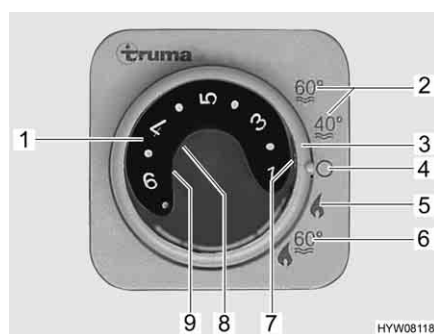

Fig. 62 Centralina di controllo per riscaldamento/boiler
- Impostare la modalità di funzionamento tramite l'interruttore girevole (Fig. 62,3).
A seconda della temperatura ambiente desiderata, il riscaldamento seleziona automaticamente il livello del bruciatore necessario. Al raggiungimento della temperatura ambiente desiderata, il bruciatore si spegne. Durante la modalità di funzionamento "Riscaldamento e boiler" (Fig. 62,6) è riscaldata anche l'acqua nel boiler. Nella modalità di funzionamento "Riscaldamento senza boiler" (Fig. 62,5) è possibile far funzionare il riscaldamento con il boiler vuoto.
- Impostare la manopola della temperatura (Fig. 62,1) sulla centralina di controllo scegliendo la potenza desiderata.
- Posizionare l'interruttore girevole (Fig. 62,3) su funzionamento invernale "Riscaldamento senza boiler" (Fig. 62,5) o "Riscaldamento e boiler" (Fig. 62,6).
Si accende la spia verde di controllo (Fig. 62,7).
- Posizionare l'interruttore girevole (Fig. 62,3) su "O" (Fig. 62,4).
La combinazione funzionamento a gas e funzionamento elettrico a 230 V diminuisce il tempo di riscaldamento del veicolo (è possibile solo se il riscaldamento viene impostato sulla centralina di controllo (Fig. 62) su funzionamento invernale).